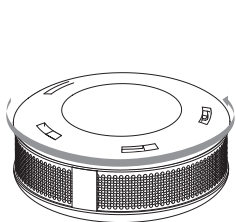

Fig. 1
1. Tournez le couvercle dans le sens inverse des aiguilles d'une montre (Fig. 1).